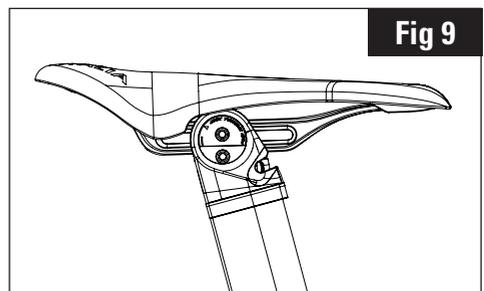

Fig 9
5. Realizzare la regolazione della sella. Bloccare innanzitutto il ribasso di sella con la vite superiore, poi l'angolo con la vite inferiore. Serrare queste due viti alla coppia di 8 Nm. (Fig. 9)